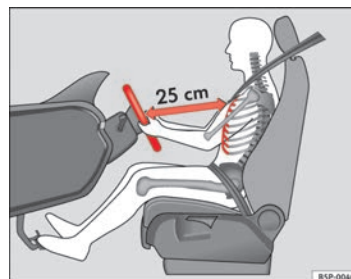

Fig. 116 Posição correcta do banco do condutor
- Ajuste o volante até atingir a posição pretendida ⇒ fig. 116.
- Ajustar o banco do condutor ou o volante, de modo a que a distância entre o volante e o tórax seja de pelo menos 25 cm ⇒ página 161, fig. 116. Se não se respeitar a distância mínima, o sistema de airbag não pode exercer a sua função de protecção – perigo de morte!